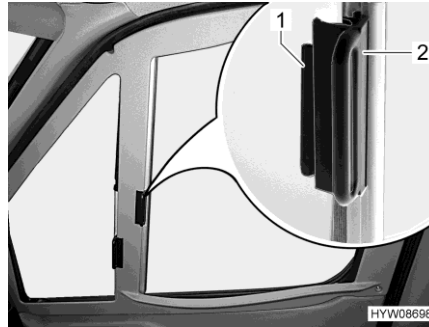

Bild 26 Plisségardin (förar-/passagerarfönster)
- Ta tag i handtaget (Bild 26,2) och dra plisségardinerna för förar- och passagerarfönstret till den andra fönstersidan och fäst med magnetremarna.
- Ta tag i handtaget (Bild 26,2) till plisségardinerna för förarfönstret och passagerarfönstret och skjut in dem så långt det går.
- Skjut in handtaget (Bild 26,2) över kanten (Bild 26,1).